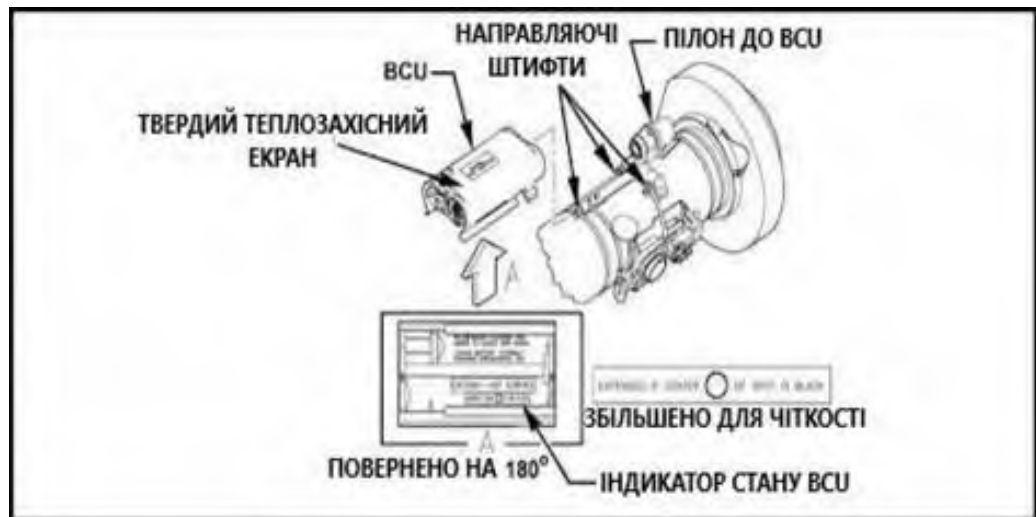

Рисунок 6.55 – Старий блок живлення та охолодження
3) якщо ВСУ має суцільний (твердий) теплозахисний екран (рисунок 6.55), підняти засув ВСУ великим пальцем;